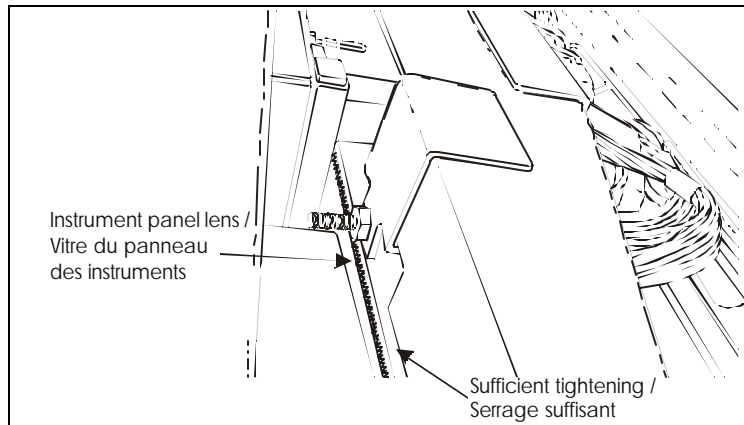

FIGURE 3 : POSITION ADÉQUATE DU PANNEAU DES INSTRUMENTS
Remarque : Les butées supportant le panneau des instruments peuvent être abaissées de 1 à 2mm maximum si lors du serrage, la vitre du panneau ne dégage pas le logement (figure 3).
12. Ramener le haut du panneau des instruments, insérer les vis et serrer les écrous jusqu'à ce que le boîtier du panneau des instruments soit appuyé sur le logement (figure 3).